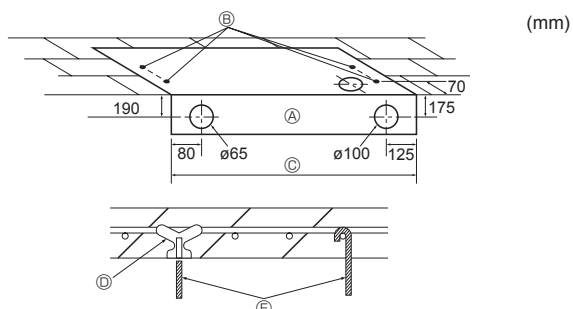

Fig. 3-3
3.2.3. Val av lägen för upphängningsbultar och rör (Fig. 3-3)